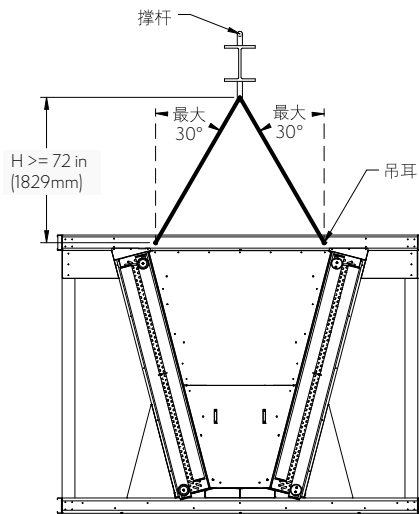
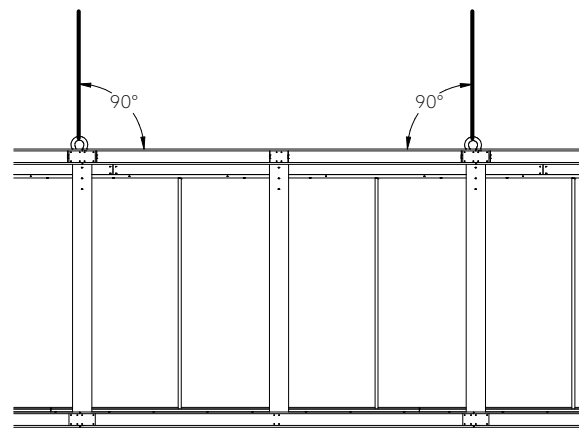

图 20.1 - 下段的端视图
图 20.2 - 下段的侧视图
3. 如图20.1所示，必须小心确保起重机与吊耳之间的“H”尺寸大于或等于6' (1.8m)。从机组侧面观察，起吊角度必须始终与机组顶部呈90°（垂直），如图20.2所示。从机组端面观察，下段吊耳之间的中心线距离为5' 5-3/4" (1670mm)。